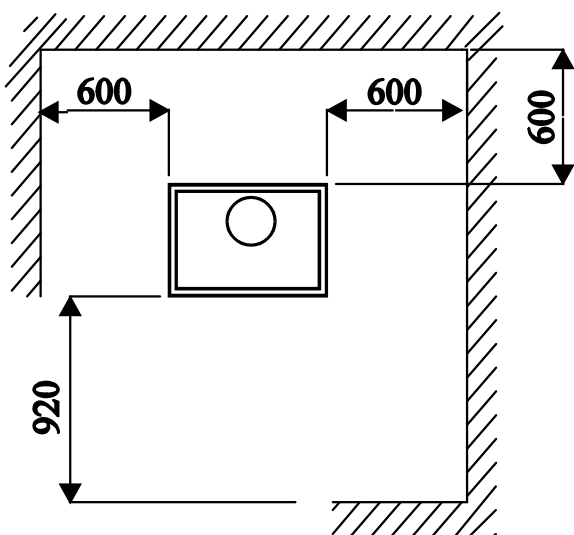

Fig. 3
- Quando colocar a estufa, respeite as distâncias de segurança necessárias, quer do forno, quer da chaminé, das superfícies combustíveis (paredes de madeira ou forradas, solo de madeira, etc.). Estas distâncias devem de ser respeitadas quando o recobrimento das paredes ou zonas próximas for suscetível de deterioro ou deformação pelo efeito das temperaturas (vernizes, tintas, P.V.C.. etc.). Fig. 3.